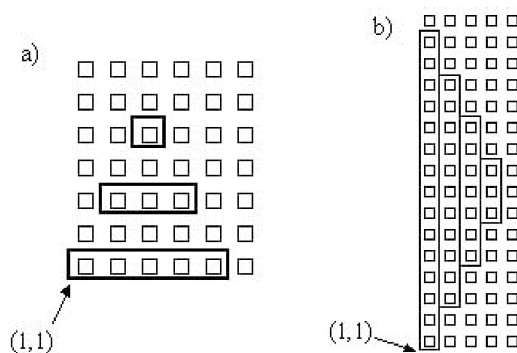

Figura 6.6: Recorridos con rectángulos
4. Utilice el proceso realizado en 3. para que el Robot efectúe los recorridos de la figura 6.6 a partir de (1,1).